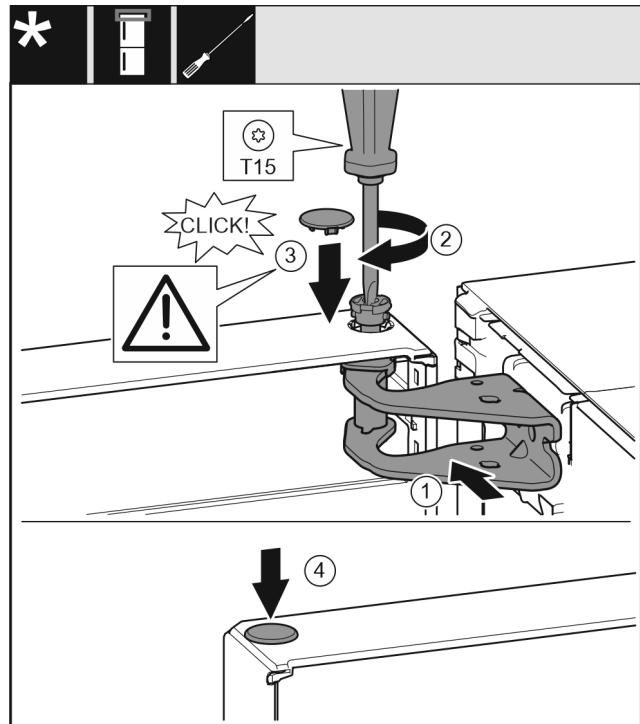

Fig. 18
- ▶ Tür oben zur Öffnung im Lagerbock ausrichten. Fig. 18 (1)
- ▶ Bolzen einsetzen und mit Schraubendreher T15 festschrauben. Fig. 18 (2)
- ▶ Sicherungsabdeckung zur Sicherung der Tür montieren: Sicherungsabdeckung einsetzen und Kontrollieren ob sie auf der Tür aufliegt. Ansonsten Bolzen vollständig einsetzen. Fig. 18 (3)
- ▶ Stopfen einsetzen. Fig. 18 (4)